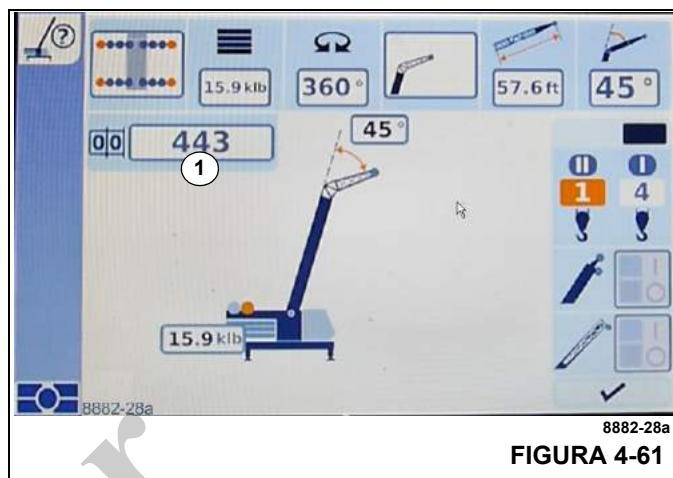

FIGURA 4-61
- Seleccione el símbolo (1, Figura 4-61).